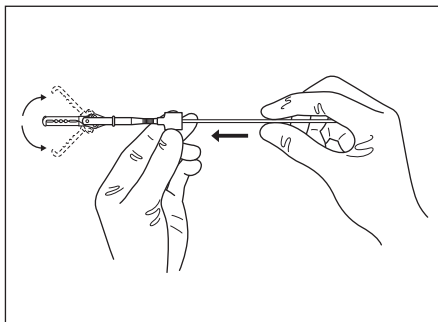

図 3.3
1. アリゲータユニット先端部の固定リングをつまみ、操作ワイヤを前後させるとワニ口鉗子部が開閉することを確認します。(図 3.3 参照)